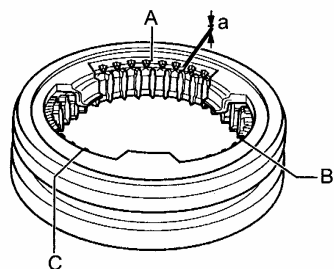

图 12-77 检查同步器齿环
(8) 检查同步器齿环的磨损时，把同步器齿环按压入同步器齿套中，并用一块片状塞尺厚度规在 A、B 和 C 部位测量间隙尺寸“a”，如图 12-77 所示。把测得的数值相加并除以 3 即为同步器齿环的磨损量，该值允许不低于 0.5mm。